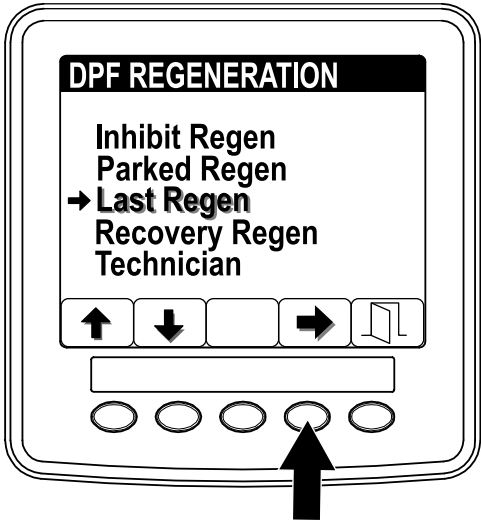

Рисунок 36
1. Перейдите к меню DPF Regeneration (Регенерация DPF) и нажмите кнопку 1 или 2 для прокрутки к опции LAST REGEN (Последняя РЕГЕНЕРАЦИЯ) (Рисунок 36).